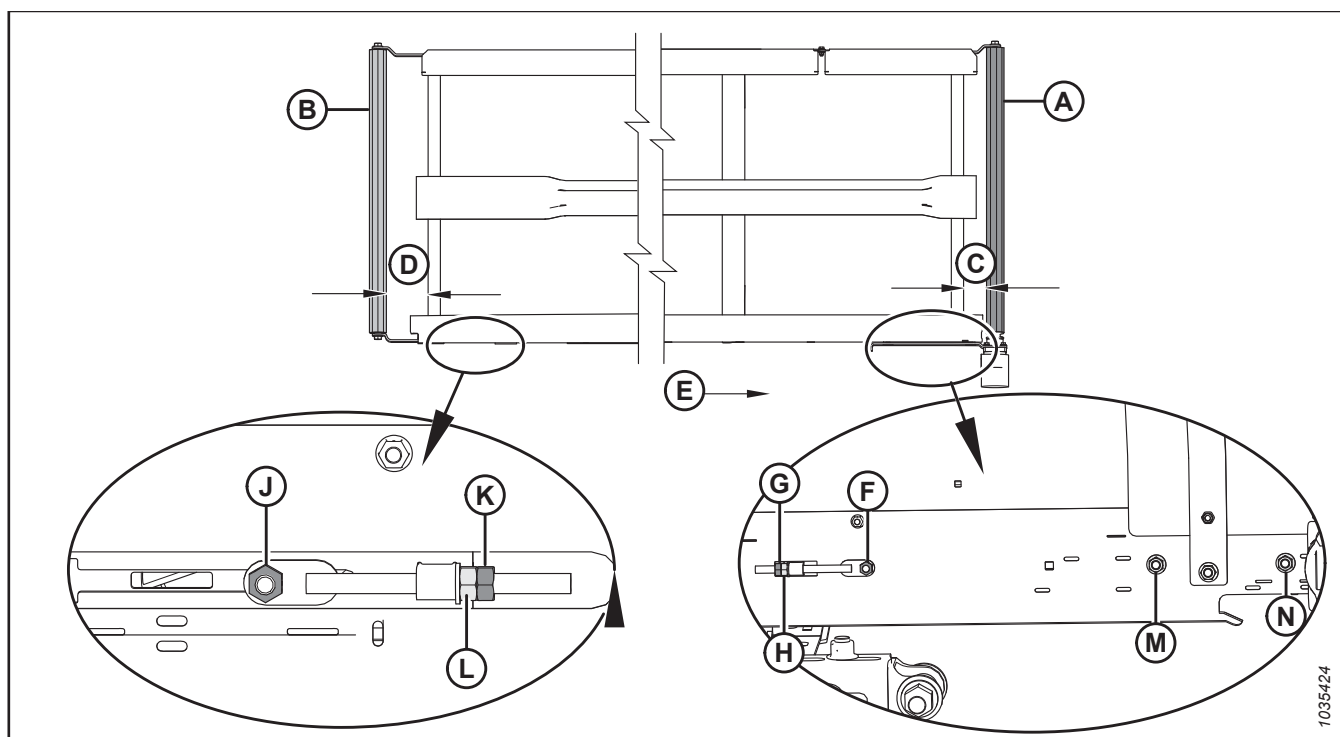

Figure 4.234: Réglage de l'alignement du tapis – Tapis gauche
2. Réglez le rouleau d'entraînement (A) pour changer C (consultez le tableau 4.2, page 434 et la figure 4.234, page 434) comme suit :
- a. Desserrer les écrous (F), (M) et (N), et le contre-écrou (G).
- b. Tournez l'écrou de réglage (H).
- c. Serrer les écrous (F), (M) et (N), et le contre-écrou (G).
3. Réglez le rouleau libre (B) pour changer D (consultez le tableau 4.2, page 434 et la figure 4.234, page 434) comme suit :
- a. Desserrez l'écrou (J) et le contre-écrou (K).
- b. Tournez l'écrou de réglage (L).